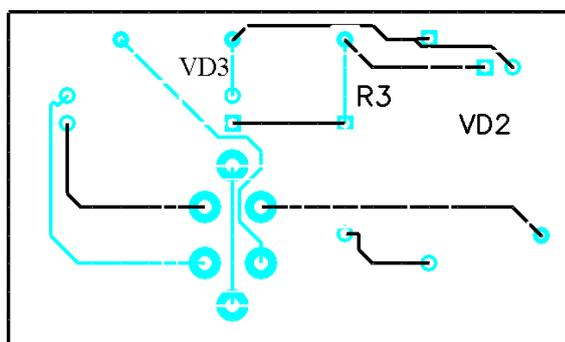

Рис.10.7. Окно редактора P-CAD PCB содержащего изображение ПП для схемы, изображенной на рис.20.
- По завершении автоматической трассировки выберите команду **File/Save and Return** чтобы перейти в редактор P-CAD PCB для окончательной коррекции печатной платы вручную (Рис.10.7).